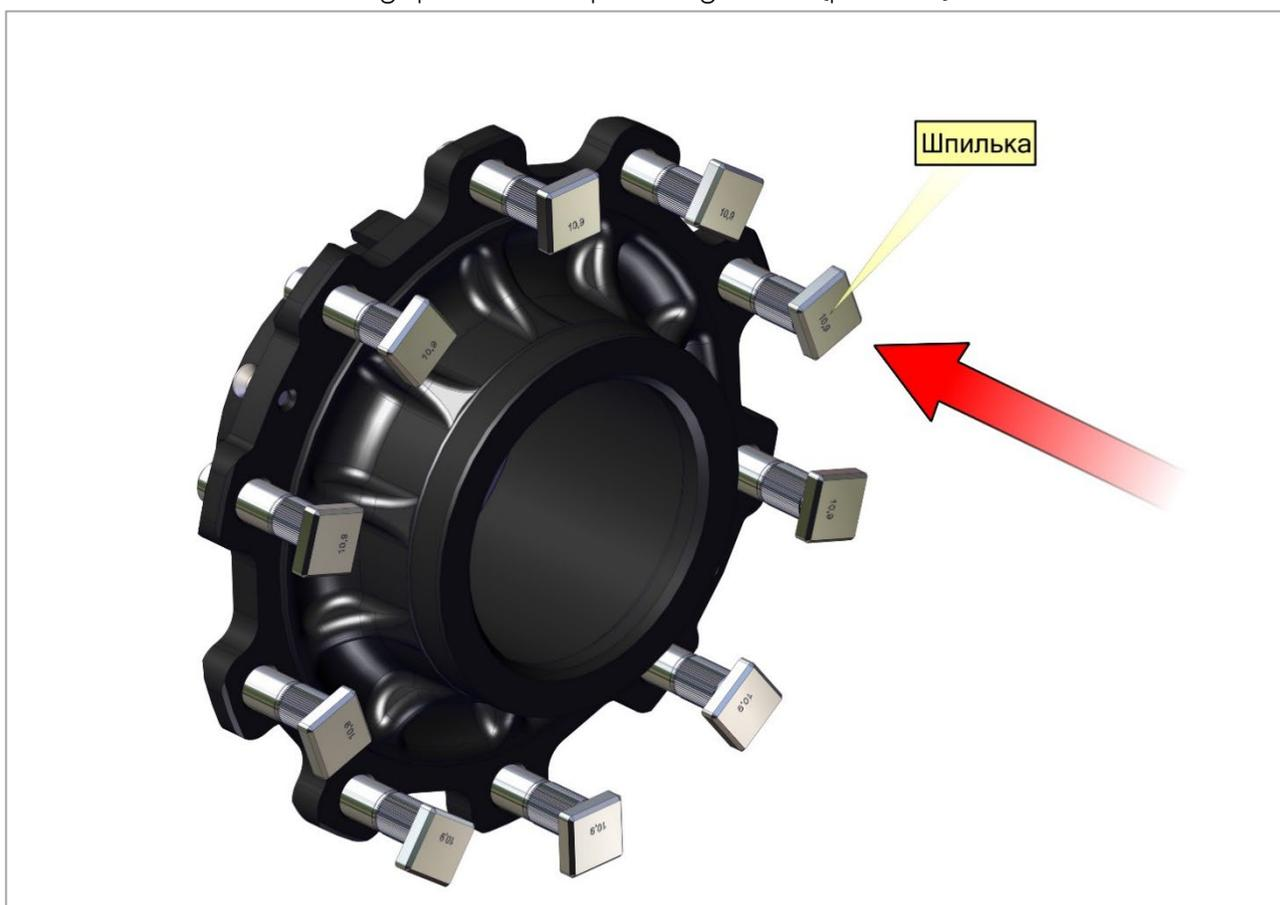

Рис. 10. Установка шпилек
- 3) Шпильку необходимо надежно устанавливать на место, следя за тем, чтобы она располагалась под прямым углом к поверхности ступицы и точно садилась на внутренний торец ступицы (рис. 10).